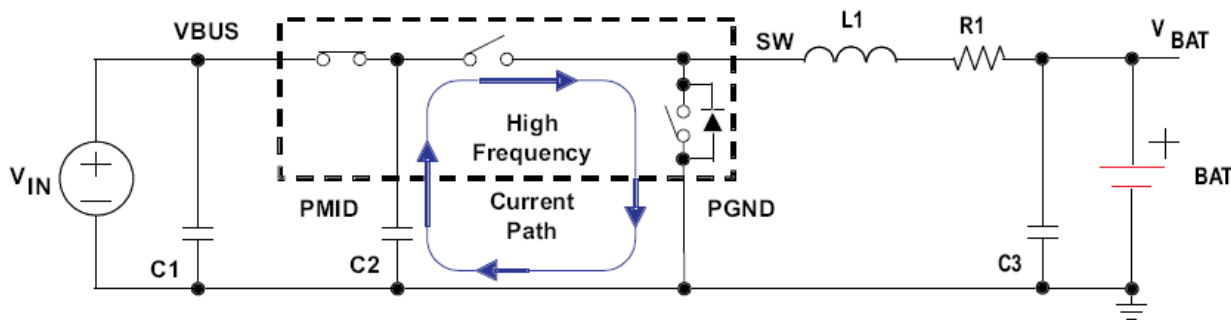

图 25 高频电流环路路径
- 2) 输出电感尽量靠近芯片引脚和输出电容放置，以达到最小化电流环路区域 (SW-LC-PGND) 的目的。为了防止高频振荡问题，合理布局以最小化高频电流环路路径。如图 25。